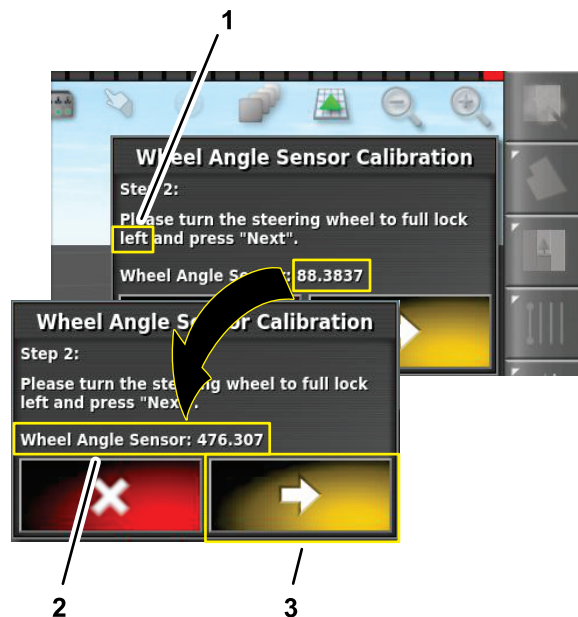

図 163
6. ステップ 2で、ハンドルを左にいっぱいに切り、停止し、次のステップのアイコンを押します(図 163)。